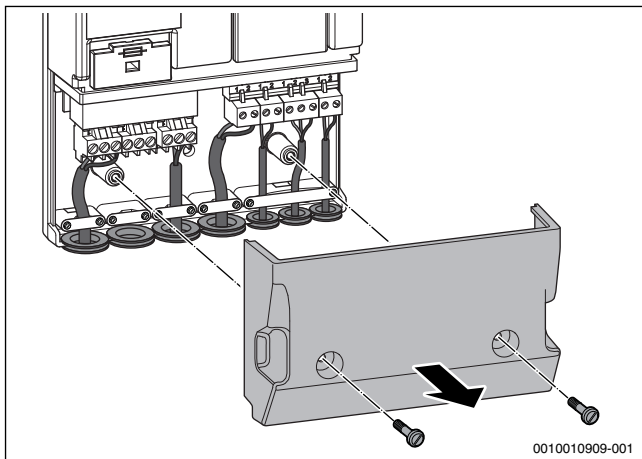

Bild 30 Funktionsmodul öffnen
- ▶ Abdeckung des Moduls entfernen (→Bild 30).